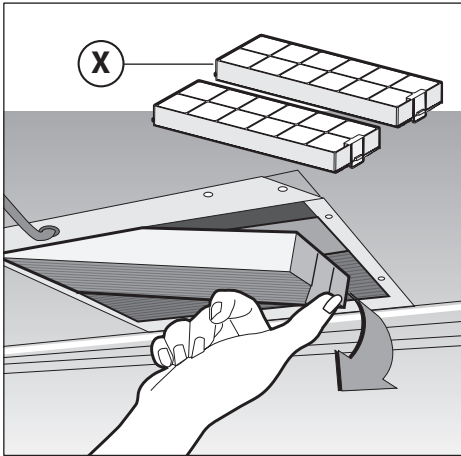
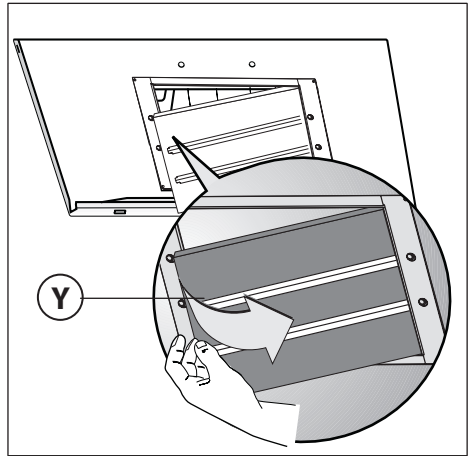

Fig.8
Fig.9
Vi tillhandahåller två olika satser, en med lädkolfilter (Fig.8) och en med kolfilter som kan återställas (rengöras) (Fig.9).
-För att byta ut lädkolfilter **X** med aktivt kol ska spaken dras ut, som visas i Fig.8.
-För att byta ut de återställningsbara kolfiltren **Y**, ta bort byglarna från sina säten genom att dra dem utåt (Fig.9).